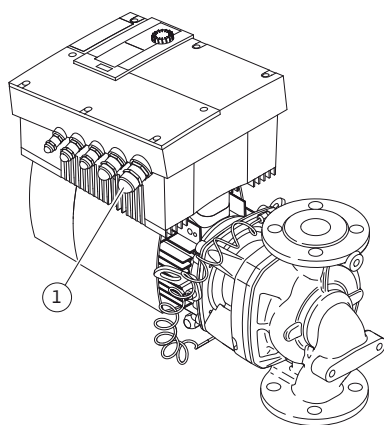

fig. 24: Pressacavo M25
- Il collegamento elettrico deve avvenire tramite un cavo di collegamento alla rete fisso (sezione da osservare min. $4 \times 1,5 \text{ mm}^2$, max. $4 \times 4 \text{ mm}^2$), dotato di un dispositivo a innesto o di un interruttore onnipolare con almeno 3 mm di ampiezza apertura contatti. Il cavo di collegamento alla rete deve essere posato nel pressacavo M25 (fig. 24, pos. 1).